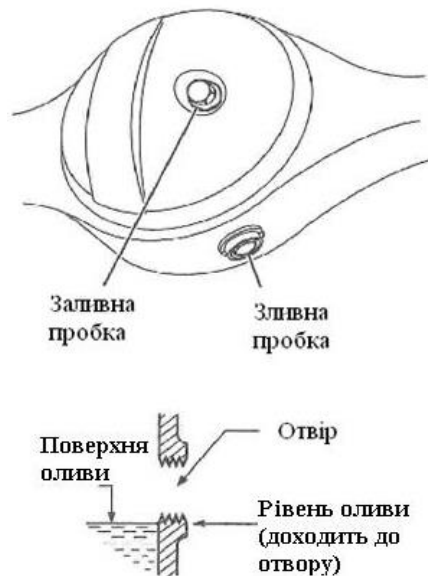

Рисунок 12.7.5.2 – Олива редуктора заднього мосту
4. Залийте оливу і впевніться в тому, що її рівень доходить до нижнього краю заливного отвору (рис. 12.7.5.2).